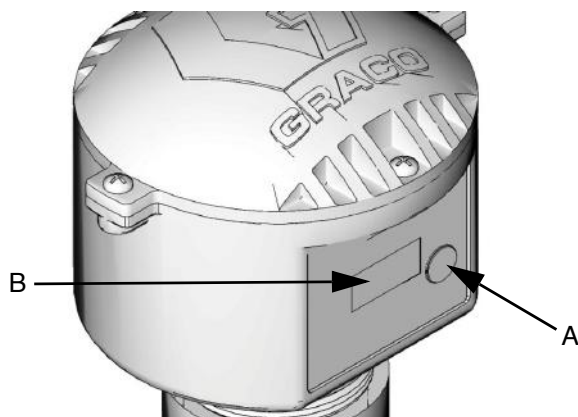

Рис. 8
Нажмите и отпустите кнопку «Display» [Дисплей] (A). На дисплее (B) отобразятся данные; каждое сообщение длится несколько секунд, затем появляется следующее. См. Рис. 8.